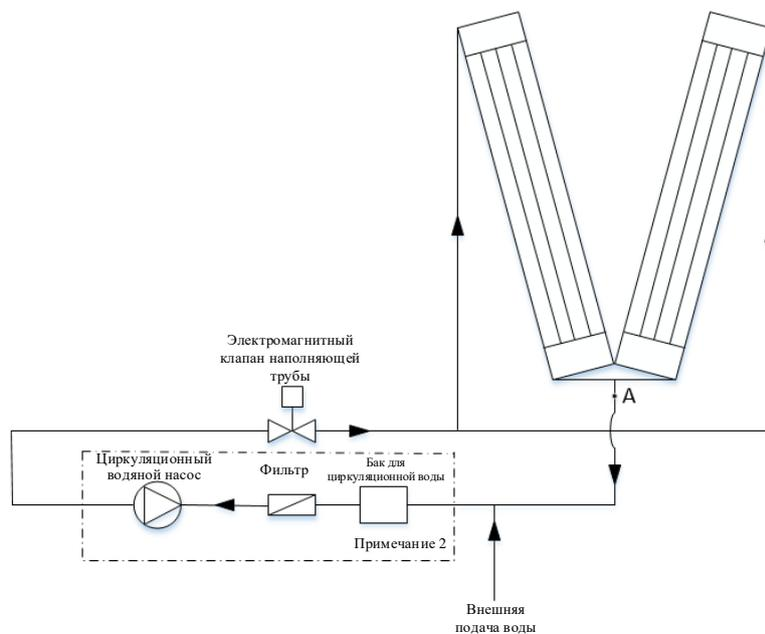

Рис. 2-3 Схема соединения труб одного блока в системе испарительного охлаждения с мокрой пленкой (один к одному)
8. Примечание 2 на рис. 2-3 представляет собой рекомендуемое вспомогательное устройство для самоциркуляции одного блока. При наличии прямого водоотвода комплектацию с данным устройством можно не использовать.